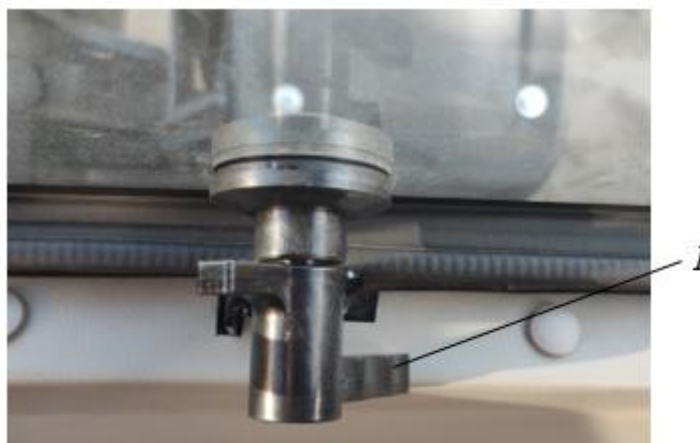

Рисунок 3.41. Ручка для открытия заднего окна кабины оператора
- ▶ Нажать на ручки замков 1 и повернуть их в положение открыто, см. рис. 3.41.